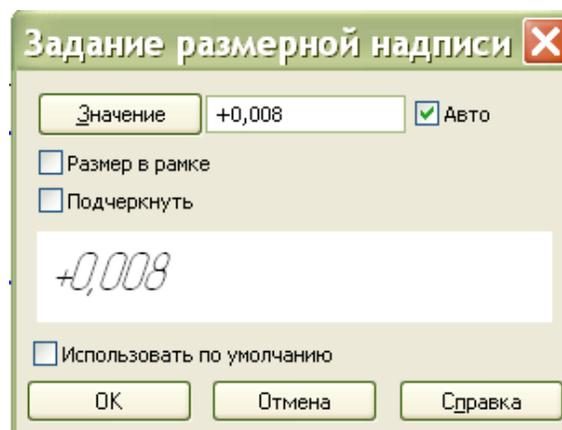

Рисунок 49. Задание размерной надписи.
6. Вы можете отредактировать автоматически установленное значение, а также настроить параметры надписи. Для этого щелкните мышью в поле **Текст** на Панели свойств. На экране появится окно задание размерной надписи (рис. 49).